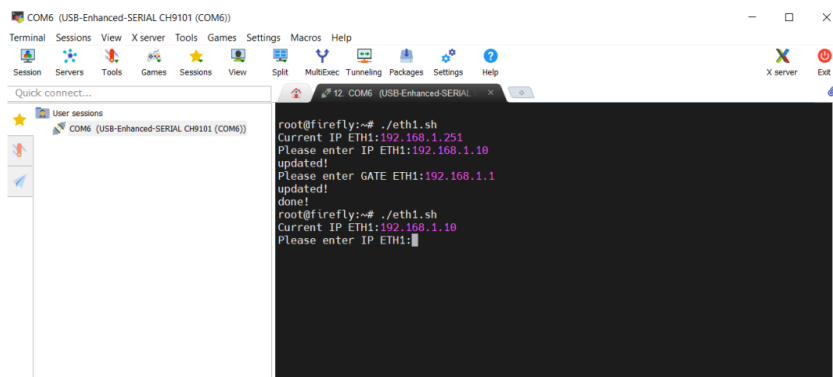

Рис. 5 Изменение параметров порта.
6. Чтобы изменить параметры порта ETH1, Пользователю необходимо ввести в поле командной строки ./eth1.sh и нажать Enter. При наличии соединения порта с сетью будет выведен текущий IP адрес, затем будет предложено ввести новый. Далее необходимо ввести gateway IP (Рис. 5). При корректном вводе в командной строке появится сообщение "done!" и новые параметры применятся сразу без перезагрузки ПЛК.